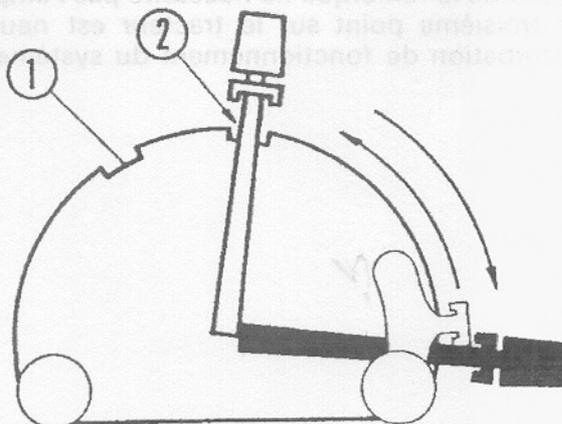

Fig. 61
- Les bras étant déverrouillés, abaisser les barres d'attelage et le crochet automatique en déplaçant la manette de commande vers le bas du secteur « zone jaune » (fig. 61 et 62).
- Atteler la remorque en plaçant le levier de commande dans l'encoche (2) du secteur (fig. 61).